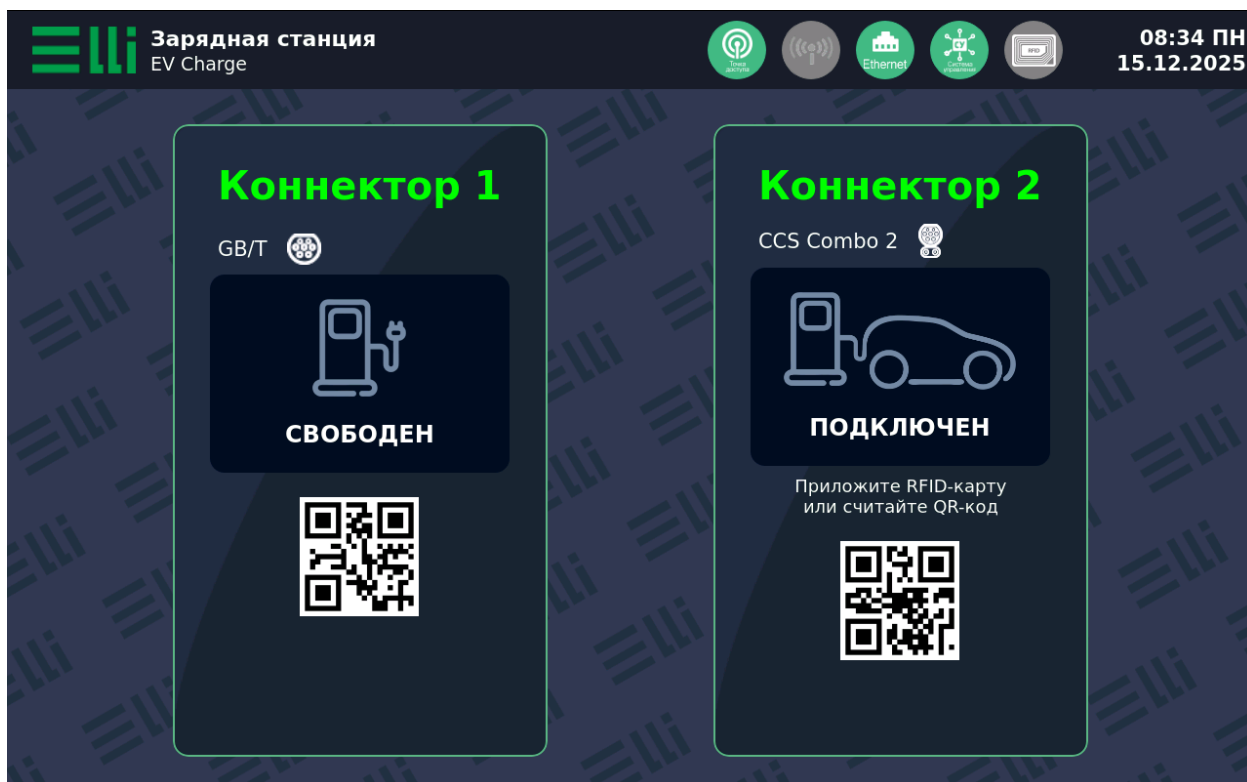

Рисунок 26. Вид основного экрана управления панели оператора с отображением информации о подключении CCS2 коннектора
Подключить CCS2 коннектор к Анализатору CCS2. На экране управления панели оператора во вкладке CCS2 коннектора должна отображаться информация о подключении коннектора (рисунок 26)
8.1. Подключить нагрузочный модуль к Анализатору CCS2. Выставить на Анализаторе CCS2 параметры зарядной сессии: требуемый ток 6 А (поле «EvTargetCurrent»); требуемое напряжение 700 В (поле «EvTargetVolt»); 90% текущей зарядки аккумуляторов (поле «EvRessSOC»). Подключить CCS2 коннектор к Анализатору CCS2. На экране управления панели оператора во вкладке CCS2 коннектора должна отображаться информация о подключении коннектора (рисунок 26)
9.1. Подключить нагрузочный модуль к Анализатору CCS2. Выставить на Анализаторе CCS2 параметры зарядной сессии: требуемый ток 10 А (поле «EvTargetCurrent»); требуемое напряжение 600 В (поле «EvTargetVolt»); 15% текущей зарядки аккумуляторов (поле «EvRessSOC»). Подключить CCS2 коннектор к Анализатору CCS2. На экране управления панели оператора во вкладке CCS2 коннектора должна отображаться информация о подключении коннектора (рисунок 26).